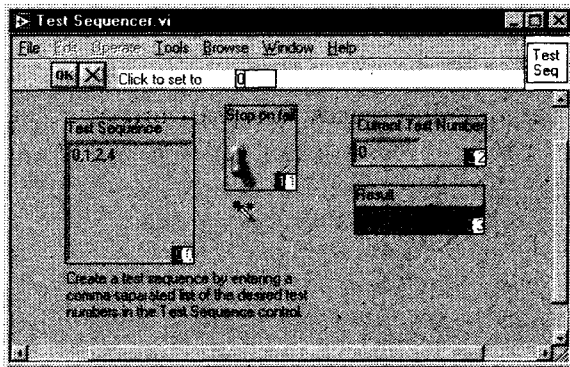

Рис. 13.29
- **Узел вызова** (Invoke Node) – рис. 13.29. Вызывает *метод* или *действие* над объектом класса Приложение или Виртуальный прибор. Большинство методов имеет набор относящихся к ним параметров. Для задания метода щелкните правой кнопкой мыши в любой точке узла вызова и отметьте раздел **Методы** (Methods). После выбора метода под его именем появится поле, которое может содержать любое количество параметров, ассоциированных с указанным методом. Как и раньше, допустимо
Для виртуальных приборов с несколькими элементами управления вы можете установить иной порядок перехода от одного элемента к другому, то есть указать, какой элемент будет выбран объектом фокусировки при следующем нажатии клавиши <tab>. Эта последовательность известна в LabVIEW как *порядок обхода панели* (panel order). Чтобы его изменить, вызовите утилиту **Установить порядок табуляции** (Set Tabbing Order) из меню **Правка** (Edit). Она работает точно так же, как утилита **Порядок кластера** (Cluster Order), описанная в главе 7. На рис. 13.29 показано, как выглядит лицевая панель во время работы утилиты **Установить порядок табуляции**.